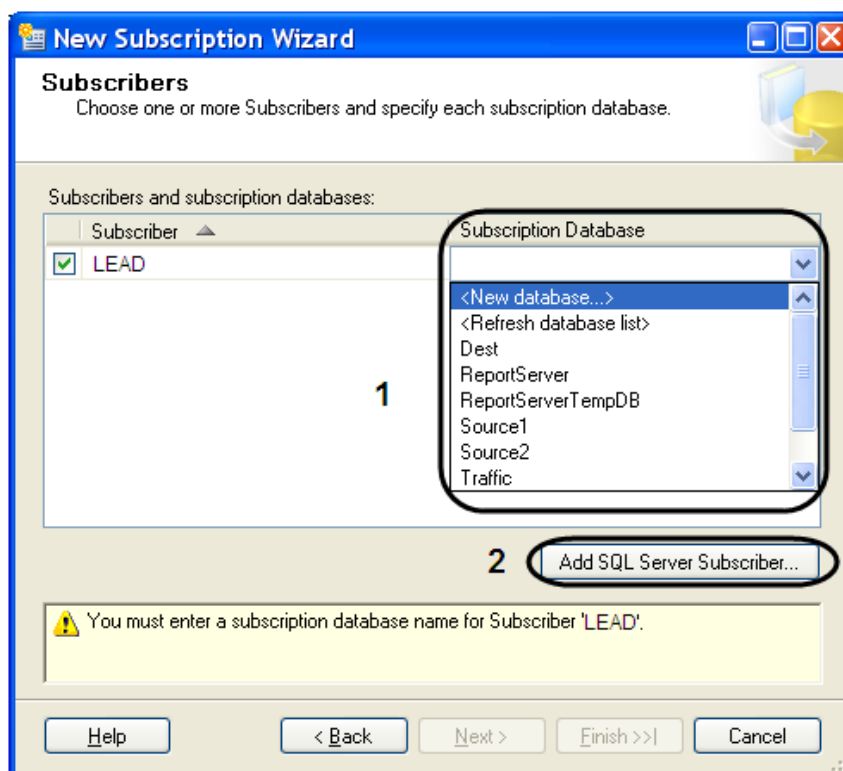

Рис. 11.3-16. Выбор базы данных подписчика
12. Выбрать базу данных подписчика из раскрывающегося списка «Subscription Database» (Рис. 11.3-16, 1).
13. Для добавления подписчика SQL Server нажать кнопку «Add SQL Server Subscriber...» (см. Рис. 11.3-16, 2).
15. Для продолжения нажать кнопку «Next>» (Рис. 11.3-16).